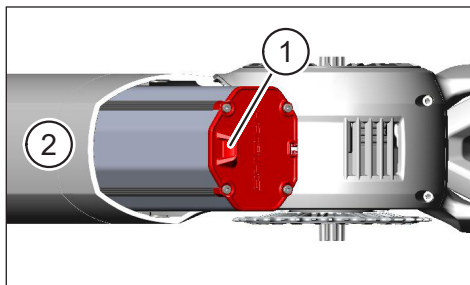

Fig. 13: Retirer la batterie du tube inférieur
- ▶ Retirez la batterie du creux de préhension (pos. 1 dans Fig. 13) du tube inférieur (pos. 2 dans Fig. 13).